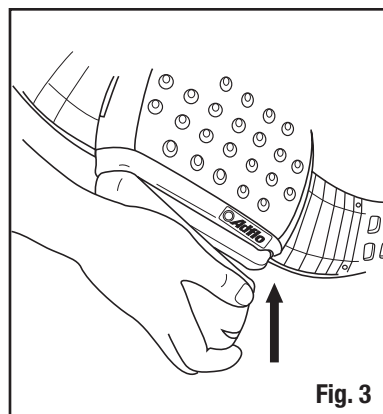

Fig. 3
2. Accrocher le bord gauche du bloc-piles à son support au bas du boîtier, puis appuyer sur le bloc-piles dans le souffleur à moteur jusqu'à l'**enclenchement complet du double verrou** (Fig. 3).